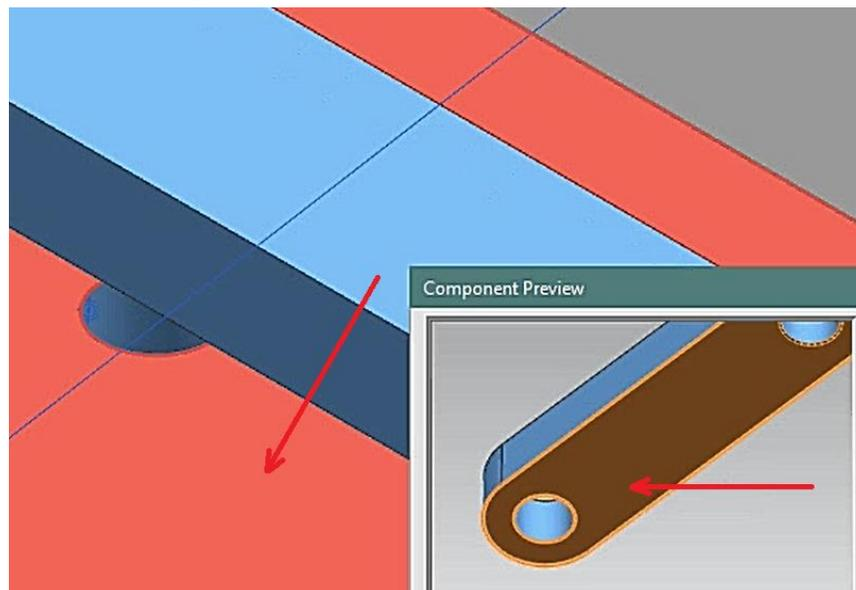

Figura 1.33 Cara superior de **dado2.prt** y cara inferior de **biela2a.prt**.
- Agregar una restricción, de tipo **Touch Align** seleccionando **Orientation** → **Touch**. Seleccionando la cara inferior de la **biela2a.prt** y la cara superior del **dado2.prt** (Figura 1.33).